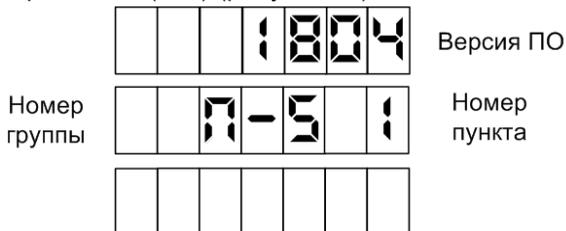

Рисунок 24
Пункт 1 (версия ПО) – после входа в пункт на табло в верхней строке отобразится версия ПО миникомпьютера – значение параметра "Протокол и версия ПО" (357) (рисунок 24).